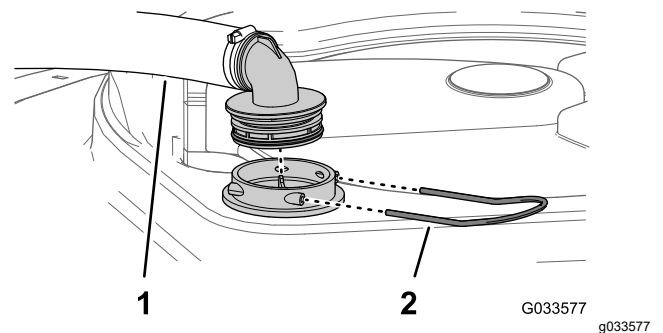

Figure 29
2. Au sommet de la cuve du pulvérisateur, retirez l'étrier qui fixe le raccord de flexible sur le grand flexible et le logement du filtre (Figure 29).
3. Retirez le flexible et le raccord du logement du filtre (Figure 29).